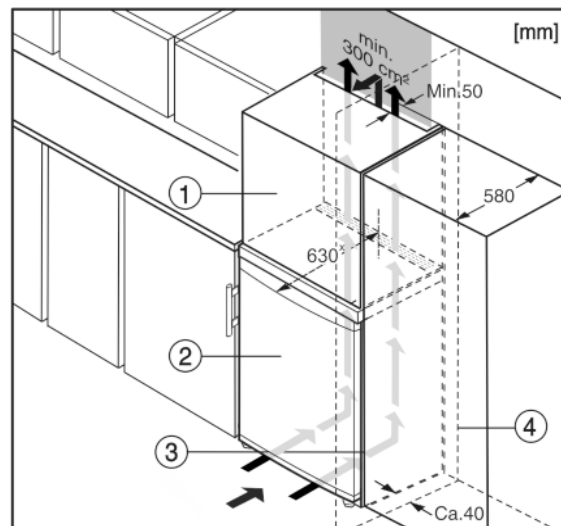

Fig. 6
Spotřebič lze zabudovat do kuchyňských skříní. K vyrovnání spotřebiče Fig. 6 (2) na výšku kuchyňské linky lze na přístroj nasadit nástavec Fig. 6 (1).\*
Při montáži do kuchyňských skříní (hloubka max. 580 mm) lze přístroj instalovat hned vedle kuchyňské skříně Fig. 6 (3). Příklad přístroje přesahuje přední stěnu kuchyňské skříně na stranách o 34 mm\* a uprostřed o 50 mm\*.\*
Když se přístroj instaluje závěsy vedle stěny Fig. 6 (4), musí být vzdálenost přístroje od stěny alespoň 40 mm. To odpovídá přesahu madla při otevřených dveřích.